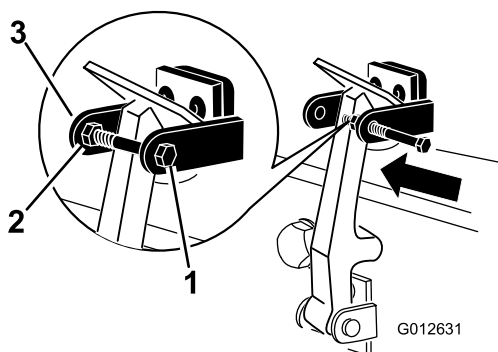

Figure 6
7. Vissez le boulon dans l'autre bras du support de verrou pour bloquer le verrou en position (Figure 6). Serrez fermement le boulon mais pas l'écrou.